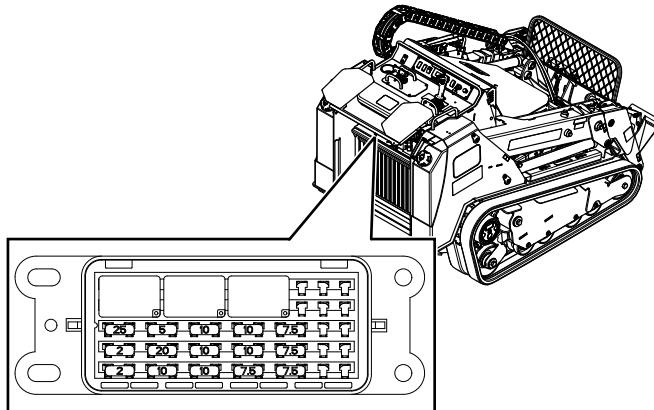

**Figura 58**
5. Conecte el cable positivo (+) al borne positivo (+) de la batería descargada que está conectado al motor de arranque o al solenoide, según se indica en Figura 58.